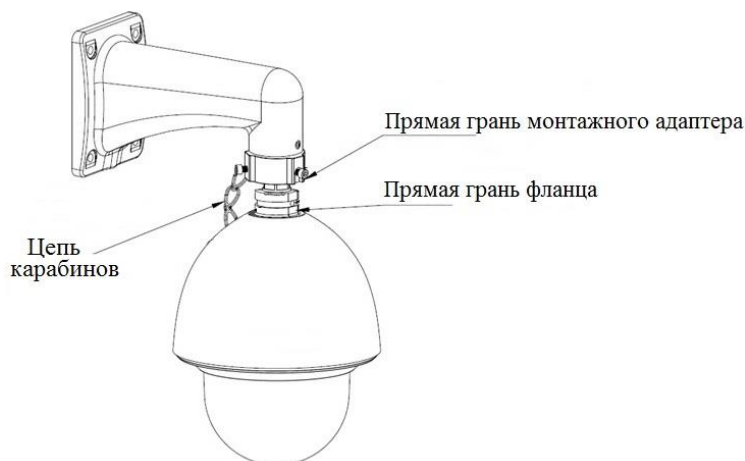

Рисунок 5
4.8 Придвиньте камеру к нижней части адаптера, совместив на одной линии прямую грань фланца камеры с прямой гранью монтажного адаптера, и закрепите камеру с помощью винтов (рис.5).